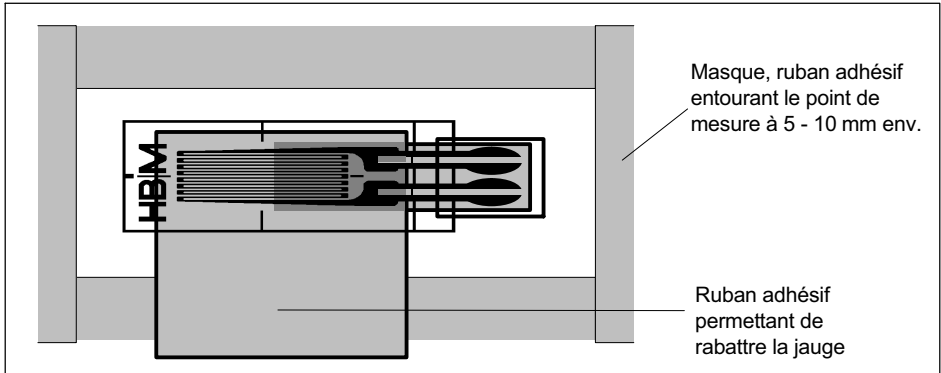

Fig. 5.4 Préparation du point d'installation de la jauge
- Placez un ruban adhésif tout autour de la surface d'installation en observant un écart de 5 à 10 mm (voir Fig. 5.4).